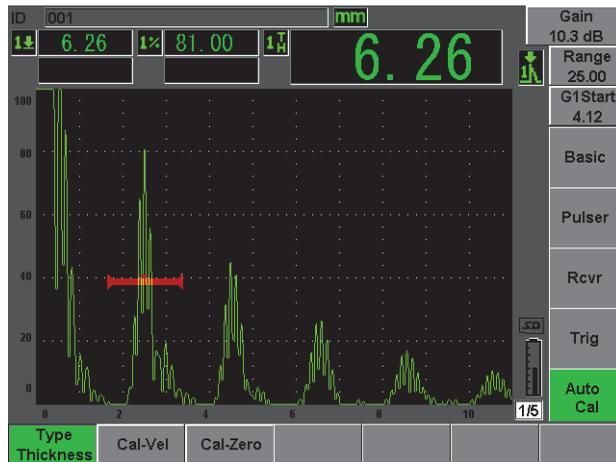

Figure 2-13 Menu Auto Cal (Étal. autom.)
4. Sélectionnez le menu **Auto Cal** (Étal. autom.) [voir la Figure 2-13 à la page 45].